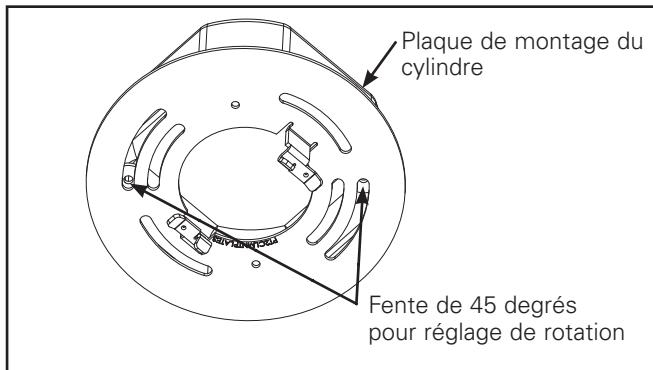

Figure 1.
1. Installer la plaque de montage du cylindre sur la boîte de jonction (voir la figure 1).